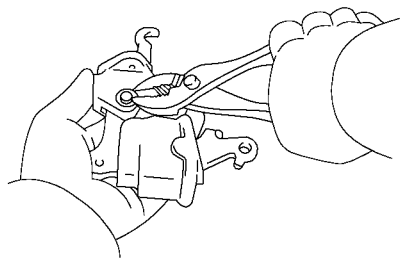

图 15-107 装上带 C 型垫圈的销子
2) 将停车制动器的摇臂装到摇臂托架上，并装上带 C 型垫圈的销子，如图 15-107 所示。